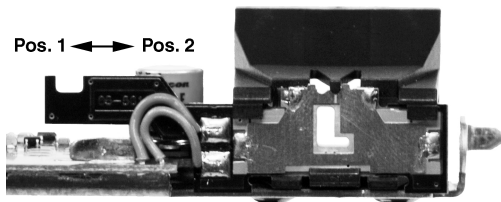

Abbildung 3.3 Einstellung des Überwachungsstrahls an der Hauptschließkante
1. Stellen Sie die Sender der Module an allen einzusetzenden Modulen gleich ein (siehe Abbildung 3.3). -> Schieben Sie hierfür die Senderverstellung immer in die Richtung der Bandseite. (Bandseite befindet sich gegenüber der Hauptschließkante)
Stellen Sie mit Hilfe der zwei Rasterstellungen am Sender eine links- oder rechtsbündige Überwachungskante ein. (siehe Abbildung 3.3)